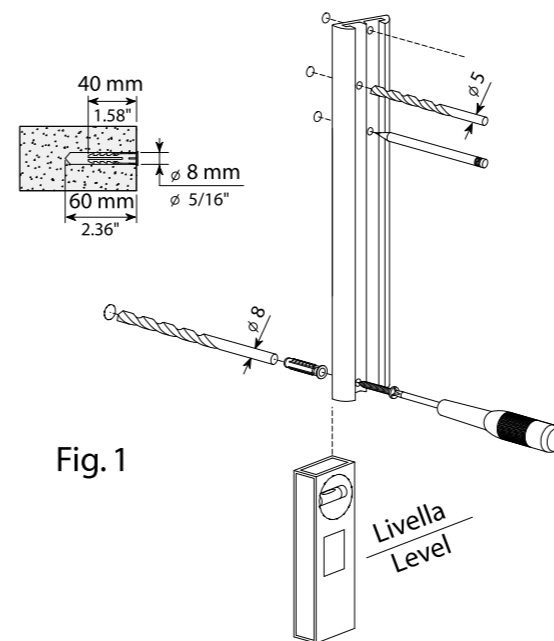
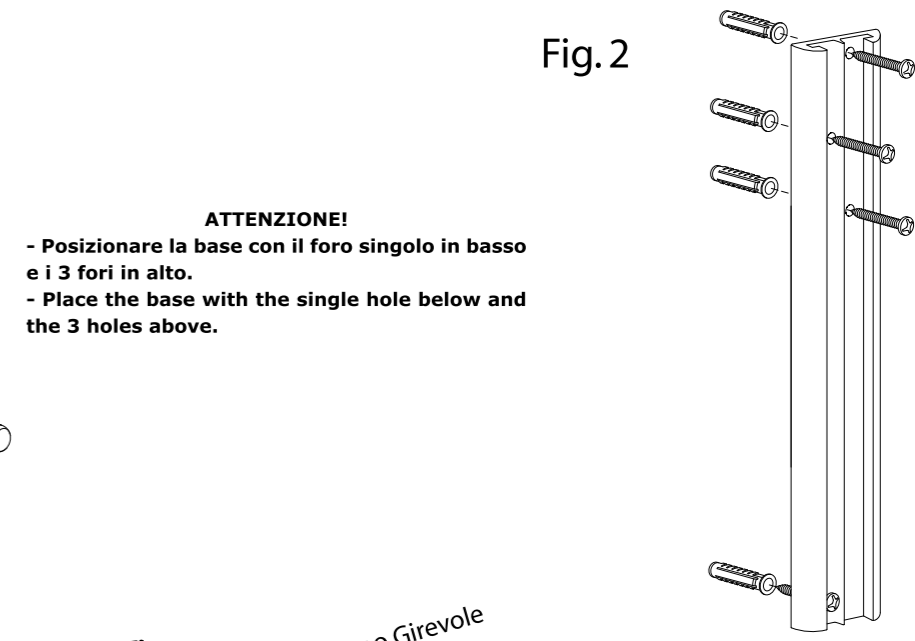

Fig. 1
Fig. 2
**Commence the installation by preparing the lower hole first (Fig.1). Make a preliminary hole of 5 mm diameter then enlarge this to a depth of 60 mm. Once the initial hole has been prepared, fix the base in a vertical position with the rawl plugs and screws provided. Then, with a pencil, mark the location for the other three holes that should be prepared in the same way : make a preliminary hole of 5mm diameter then enlarge it to 8mm to a depth of 60mm. Insert now the remaining rawl plugs and screws and fix the base (fig. 2).**
**Bei Beton- oder Vollziegelwänden ist es ratsam mit dem unteren Loch zu beginnen (Abb.1). Zunächst ein Loch von 5 mm Durchmesser bohren und darauf dieses bis zu 8 mm Durchmesser und 60 mm Tiefe vergrößern. Die Wandhalterung senkrecht mit der Dübelschraube befestigen. Mit einem Bleistift die weiteren drei Löcher markieren und drei Löcher mit einem Durchmesser von 5 mm bohren, dann diese bis zu 8 mm Durchmesser und 60 mm Tiefe vergrößern. Die drei letzten Dübel einsetzen und die Wandhalterung festschrauben (Abb. 2).**
**Si le mur est en béton ou en briques pleines, il est conseillé de commencer par le trou en bas (Fig. 1). Faites un trou préalable de 5 mm que vous élargirez ensuite à 8 mm sur une profondeur de 60 mm. Fixez la base en position verticale avec une des vis tamponnées. Marquez l'emplacement des trois autres trous avec un crayon. Percez-les avec une pointe de 5 mm de diamètre et élargissez-les ensuite à 8 mm sur une profondeur de 60 mm. Introduisez les trois autres vis tamponnées et fixez le support (Fig. 2).**
**En caso de paredes de cemento o de ladrillo compacto, se aconseja comenzar con el agujero de abajo (Fig. 1), efectuando un agujero inicial de 5mm; ampliar luego el agujero a 8mm, con una profundidad de 60mm. Fijar la base en posición vertical con el taco correspondiente. Marcar con un lápiz los otros 3 agujeros, luego perforar con una broca de 5mm de diámetro y, a continuación, ampliar a 8 mm, con 60 mm de profundidad. Introducir los otros tres tacos y fijar la base (Fig.2).**
**No caso de paredes de betão ou de tijolos maciços aconselha-se iniciar com o furo inferior (Fig.1), executando um furo preliminar de 5 mm que será então alargado até 8 mm com uma profundidade de 60 mm. Fixar a base em posição vertical com o respectivo calço. Marcar com um lápis os outros três furos e furar utilizando uma ponta com diâmetro de 5 mm, alargando em seguida até 8 mm com uma profundidade de 60 mm. Inserir os calços restantes e fixar a base (Fig.2).**